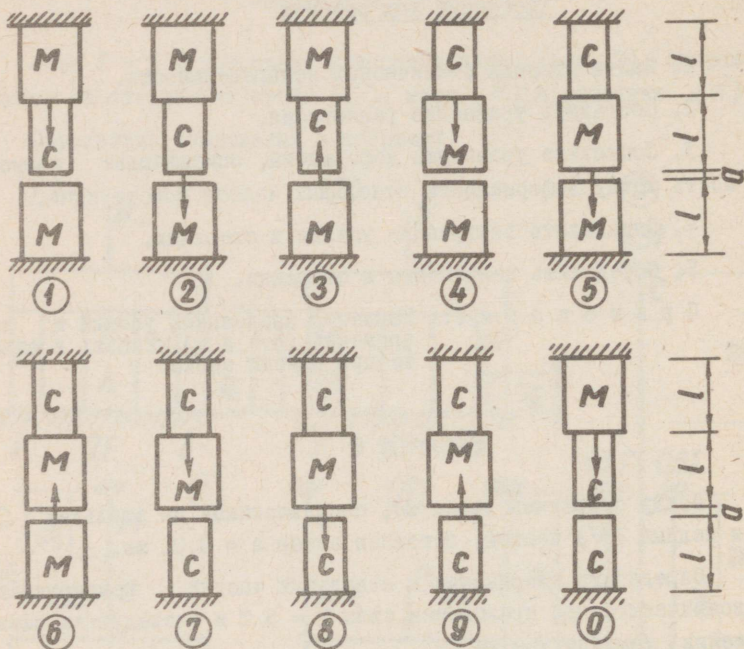

Рис. 8.
Между стержнями (рис. 8), составленными из стальных (C) и медных (M) частей, оставлен зазор $a = 0,01$ мм.